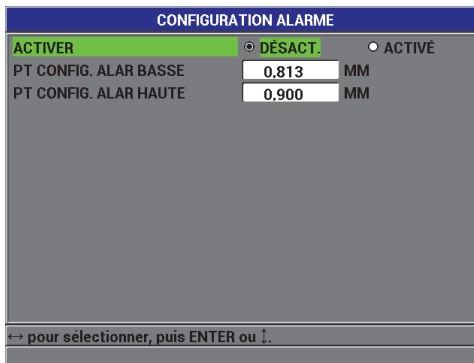

Figure 5-6 Écran CONFIGURATION ALARME
3. Dans l'écran **CONFIGURATION ALARME** (voir la Figure 5-6 à la page 109) :